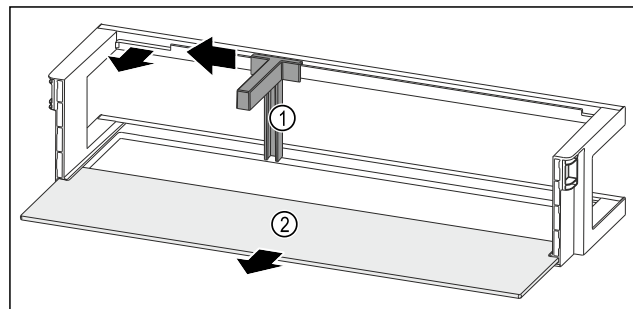

Fig. 96 Deurrek met flessenhouder en draagplateau
- Flessenhouder Fig. 96 (1) tot aan de uitsparing opzij schuiven.
- Flessenhouder Fig. 96 (1) verwijderen.
- Draagplateau Fig. 96 (2) verwijderen.